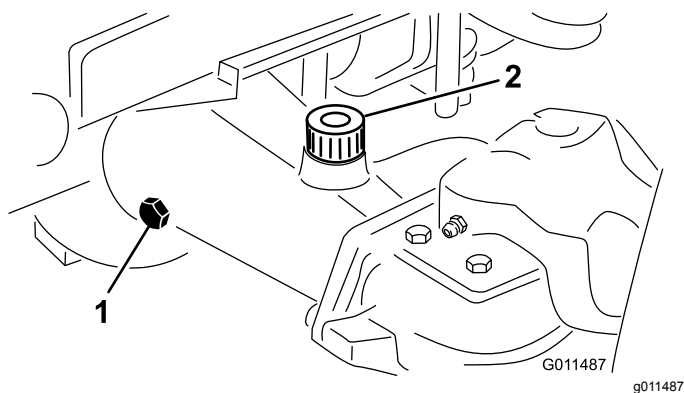

Рисунок 16
2. Снимите контрольную пробку с одного конца моста и убедитесь, что масло доходит до низа отверстия (**Рисунок 16**).